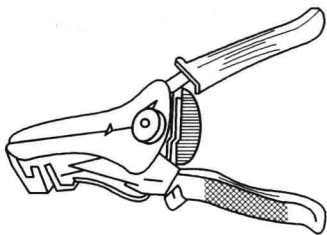

图 1-4 剥线钳
(3) 剥线钳。用于剥除线芯截面积为 6mm^2 以下塑料线或橡胶绝缘线的绝缘层, 剥线钳的刀口有 $0.5\sim 3\text{mm}$ 直径的切口, 以适应不同规格的线芯剥削, 如图 1-4 所示。使用时导线必须放在稍大于线芯直径的切口上切剥, 以免损伤线芯。